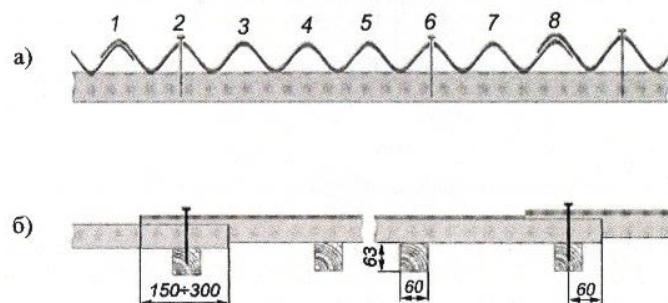
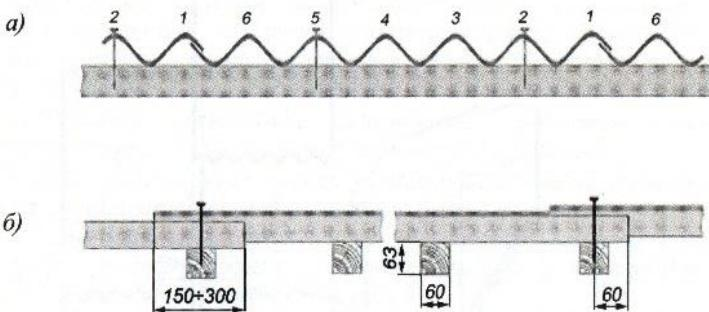
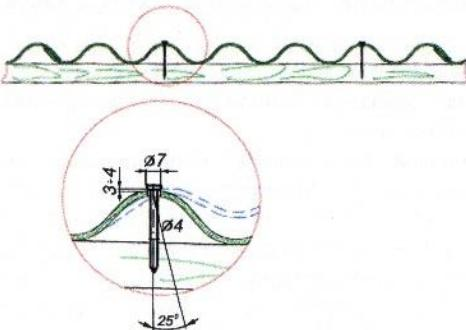

Рисунок 4. Схема выполнения нахлестки при укладке
Рисунок 5. Схема выполнения нахлестки при укладке
Рисунок 9. Схема установки крепежного элемента
- Укладка листов проводится горизонтальными рядами снизу вверх (от карниза к коньку с нахлестом в поперечном направлении) на перекрываемую волну (для 8-волнистых листов с симметричной кромкой, рисунок 4) или только на перекрываемую кромку (для 6-волнистых листов с асимметричной кромкой, рисунок 5). Каждый вышележащий ряд должен вдоль ската напускаться на нижележащий на 150-300 мм в зависимости от уклона кровли.
- Крепёжные элементы на листы необходимо устанавливать только в заранее высверленные отверстия, диаметр которых должен на 2-3 мм превышать диаметр стержня крепежного элемента (шурупа или шиферного гвоздя) (рисунок 9).
- Крепежный элемент должен устанавливаться на расстоянии не менее 60 мм от кромки листа во вторую и пятую волны 6-волнистого листа (рисунок 5) или во вторую и шестую волны 8-волнистого листа (рисунок 4) от перекрывающей кромки. Крепежный элемент забивают или затягивают не до упора, оставляя зазор 3–4 мм (см. рисунок 9).